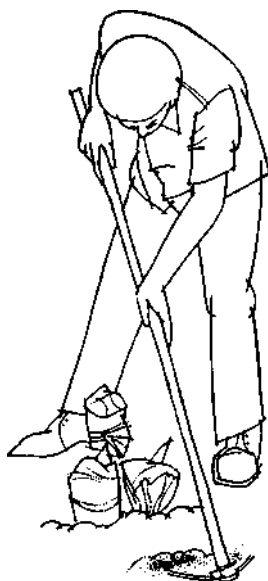

fig.1
- As mudas do tipo pedaço de rizoma ou filhote, isto é, mudas com menos de 1 quilo, após preparadas e tratadas são dispostas em canteiros, uma ao lado da outra, na mesma posição em que ficariam se fossem plantadas normalmente na cova. É muito comum a morte deste tipo de muda, no campo, causada pela desidratação. Na ceva este problema é facilmente contornado, fazendo-se a cobertura do canteiro com capim seco, palha ou mesmo folhas de bananeira, assim a brotação das gemas fica protegida dos raios solares (fig. 1).